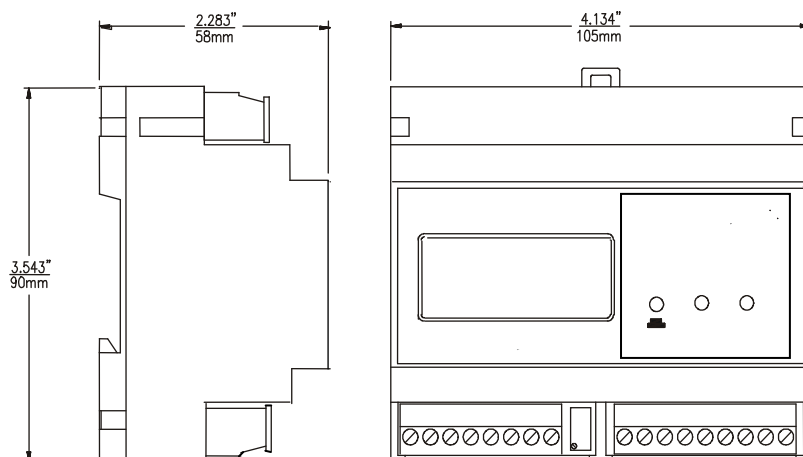

图 1 PH3630 外形尺寸图
三、设备外形及尺寸图（见图 1、图 2）
- 1、PH3630 显示变送器：105×90×58mm，DIN 导轨安装，六位开关模型（见图 1）。